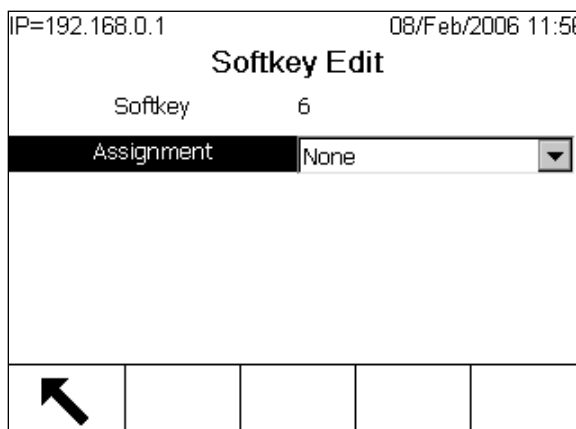

Figure E-5: Touche programmable affectée à Aucun
- Pour supprimer une touche programmable sans déplacer toutes les touches suivantes une position vers le haut, il suffit de MODIFIER la touche, de la réattribuer à None (voir la Figure E-5).